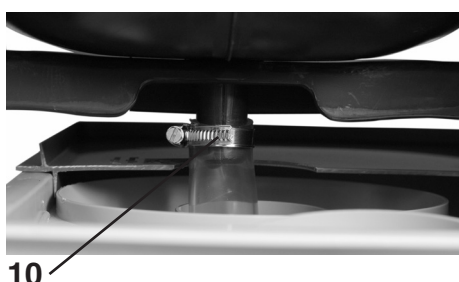

Fig. 21
10. Allentare un poco la staffa del tubo flessibile (10, fig. 21) e spingerla verso l'alto. Stringere saldamente la staffa del tubo flessibile (il collegamento deve essere ermetico).